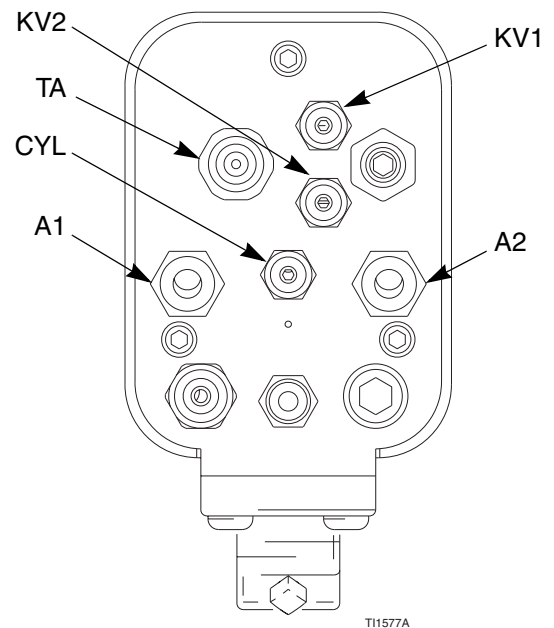

Abb. 12. Verteilerluftanschlüsse
4. Mit dem Luftdruckregler an der Zerstäuberluftzufuhrleitung (A1) den Grad der Zerstäubung einstellen. Siehe Abb. 12. Zum Beispiel würde ein typischer Zerstäuberluftdruck am Pistolerverteiler für einen Materialfluss von 0,3 l/Min. ungefähr 1,4 bis 2,1 bar (0,14 – 0,21 MPa) betragen.
2. Die Pistole abziehen, dann die Turbinenluft (TA) einschalten. Siehe Abb. 12.
1. Einen Mindestluftdruck von 3,5 bar (0,35 MPa) an den Zylinderluftnippel (CYL) anlegen, um die Ein-/Ausschaltsequenz von Zerstäuberluft (A1), Gebläseluft (A2) und Material (P1) zu aktivieren. Siehe Abb. 12.
2. Pistolenfunktionen durch Verwendung der Magnetventile an den Zylinder- (CYL) und Turbinenluft- (TA) Zufuhrleitungen ein- und ausschalten.